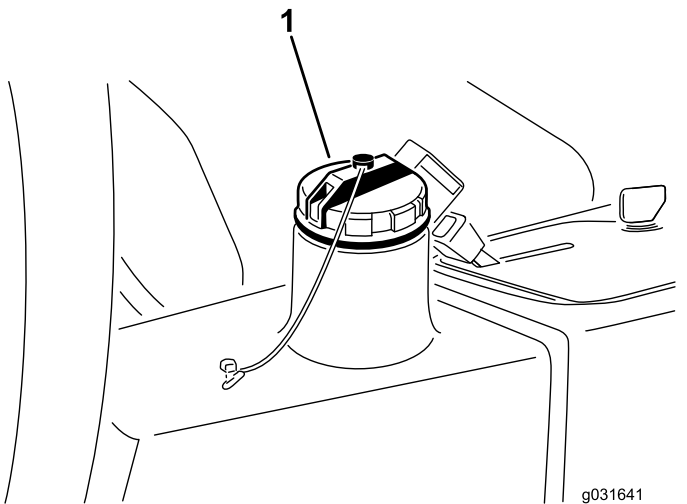

**Figura 60**
2. Desconecte el tubo hidráulico o retire el filtro hidráulico y deje fluir el fluido hidráulico en un recipiente apropiado (Figura 62 y Figura 60).
3. Vuelva a colocar el tubo cuando el fluido hidráulico se haya drenado (Figura 60).